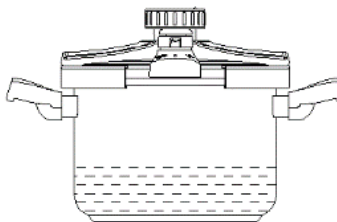

Fig.4
- Moins de 1/3 de la hauteur de la cuisinière pour les aliments expansifs tels que le riz, les haricots, etc. (Fig. 4) ;